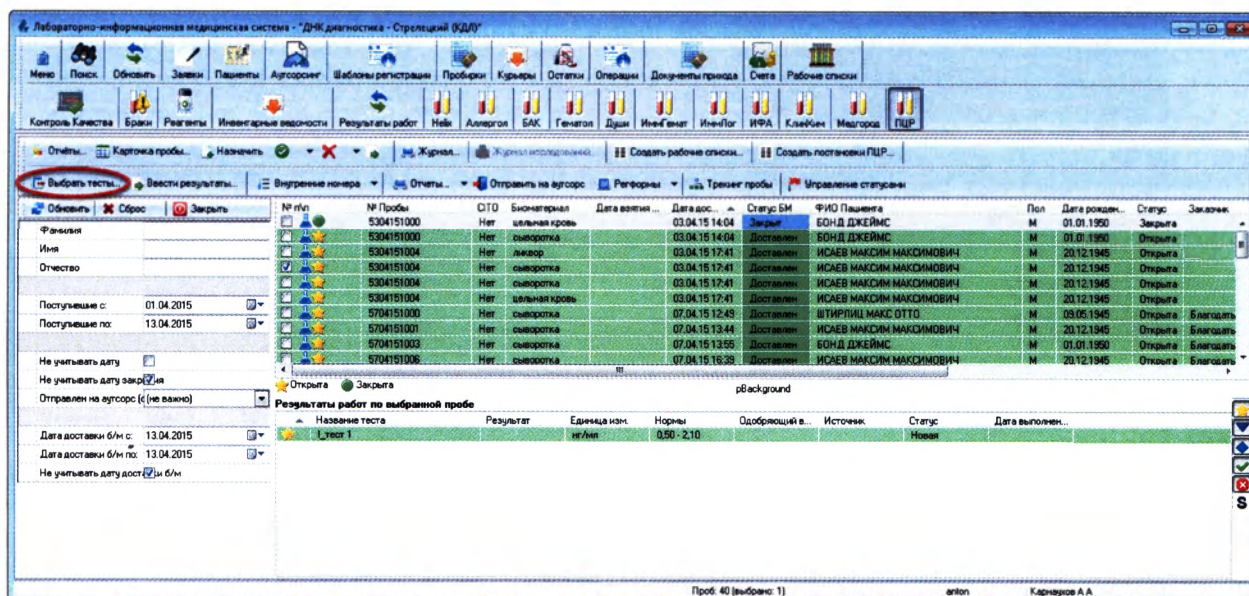

Рисунок 5.15
1. Нажмите кнопку «Выбрать тесты» (Рисунок 5.15):